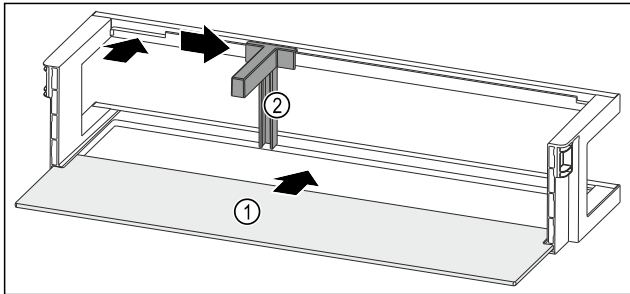

Fig. 123 Рафт на врата с рафт
- ▶ Вкарайте рафта Fig. 123 (1) в страничните прорези.
- ▶ Поставете преградата за бутилки Fig. 123 (2) в прореза.
- ▶ Плъзнете преградата за бутилки Fig. 123 (2) настрани до желаната позиция.